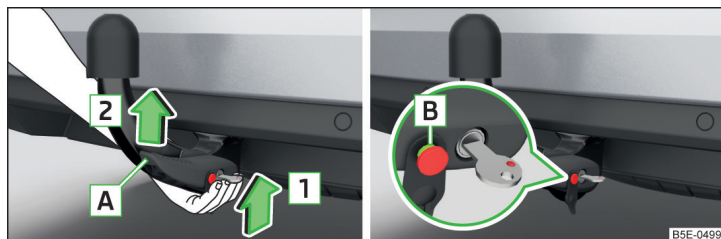

Fig. 178 Introducerea tijei cuplei sferice / bolț de eliberare în poziție desfășurată
- Prindeți tija cuplei de jos » fig. 178 și introduceți-o în locașul de fixare în sensul săgeții până când se fixează cu zgomot » .